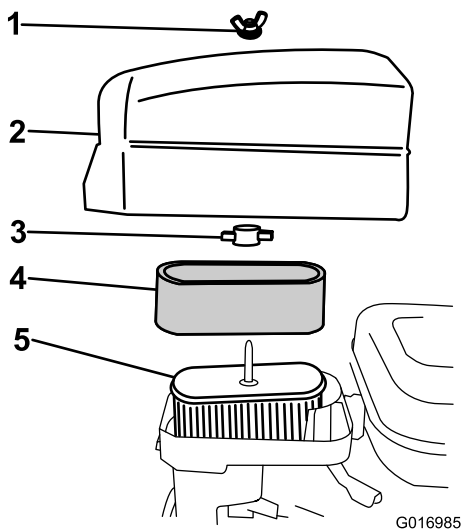

图26
4. 如果泡沫滤芯变脏请将其从纸质滤芯中取出图26并彻底清洁如下所示